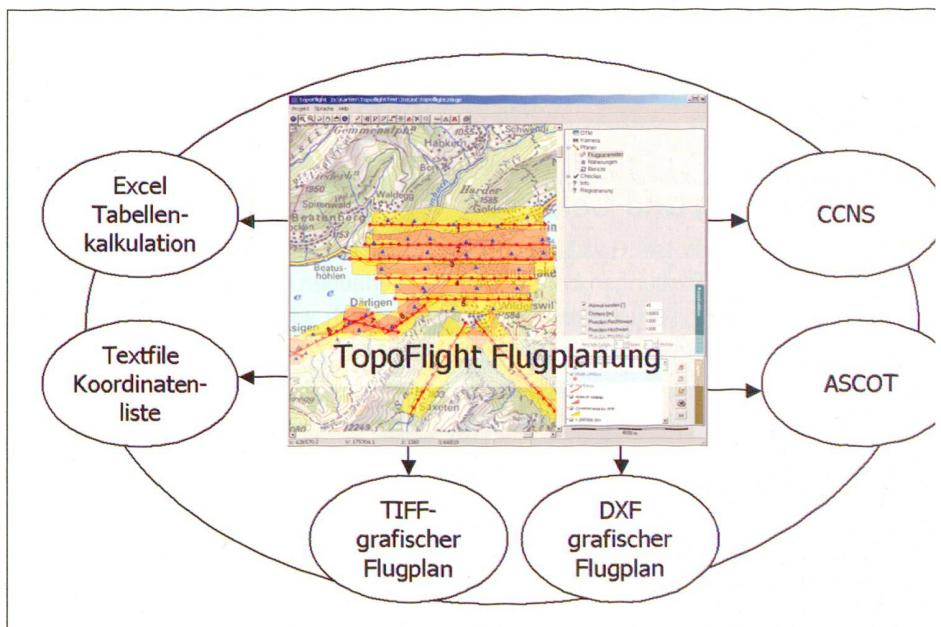

Abb. 3: Der Flugplan muss weitergegeben werden können an Tabellen-, Grafik- und Kamerasysteme.
Somit können Preisanfragen sehr rasch und präzise erledigt werden. Weil der Flugplan bereits im Moment der Auftragsvergabe fertig ist, kann er digital in das Kameramanagementsystem übertragen werden. TopoFlight unterstützt zur Zeit direkt die Systeme ASCOT und CCNS. Andere Systeme können über den Textfiletransfer bedient werden (Abb. 3).
- der Flugplan muss weitergereicht werden können an Kamerasyteme (wie ASCOT, CCNS), an grafische Systeme (Shape, DXF, TIFF) und an Tabellensysteme (Excel, Textfile). Vergleiche dazu Abbildung 3.